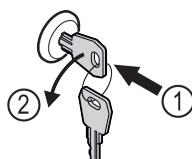

Fig. 165
- Вдавити ключ. Fig. 165 (1)
- Повернути ключ на 90° проти годинникової стрілки. Fig. 165 (2)